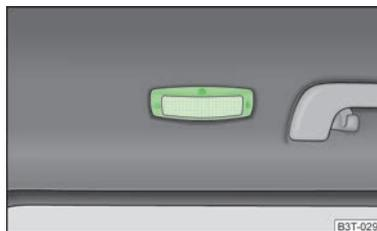

Abb. 40
- › Das Abdeckglas im Bereich des Symbols  » Abb. 40 drücken.